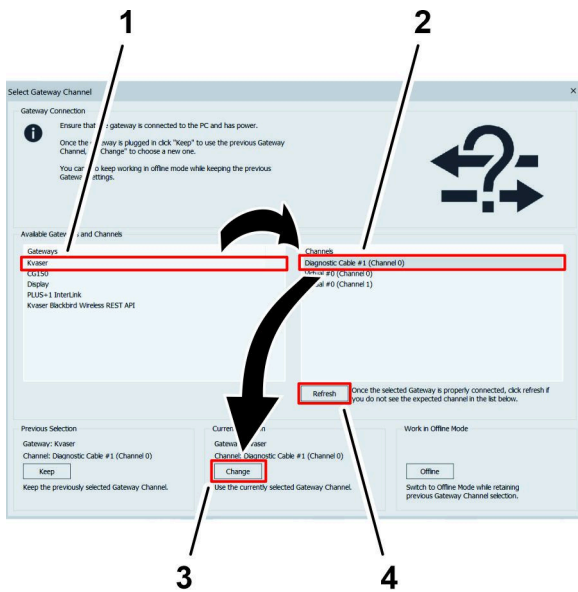

図 40
10. ゲートウェイチャネルの選択画面で、ゲートウェイリスト (図 40) のKvaserオプションをクリックする。
11. チャンネルメニューで、診断ケーブルオプション (図 40) をクリックする。
注 チャンネルメニューに診断ケーブルオプションが表示されない場合は、Toro DiagケーブルがラップトップコンピュータのUSBポートに接続されていることを確認し、ゲートウェイチャンネルの選択画面で更新ボタン (図 40) を押して、診断ケーブルオプションをクリックする。
12. 現在の選択見出しの下にある変更ボタン (図 40) をクリックする。